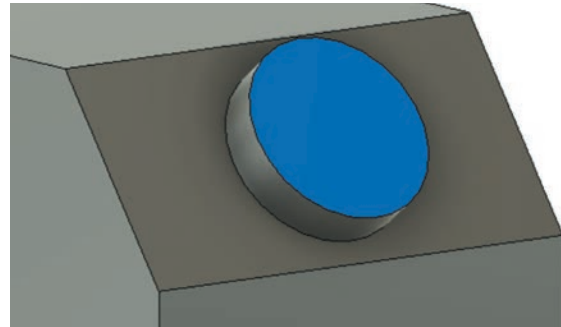

Рис. 37. Выбор плоскости горловины
2.8. Далее нужно создать ограничитель. Для этого выберем плоскость окружности (рис. 37).